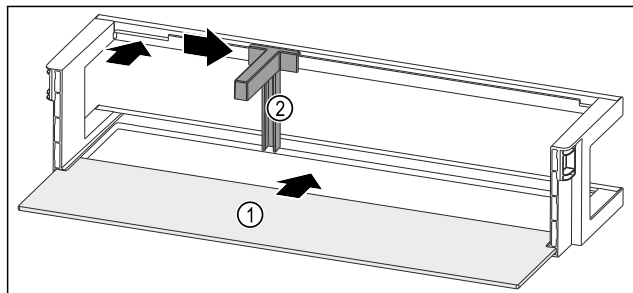

Fig. 252 Дверная полка со съемной полкой
- ▶ Вдвиньте съемную полку Fig. 252 (1) в боковые пазы.
- ▶ Установите держатель для бутылок Fig. 252 (2) в выемку.
- ▶ Сместите держатель для бутылок Fig. 252 (2) в нужное положение в сторону.